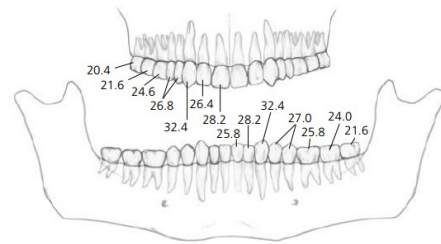

Figura 3
3) Localização das raízes dos dentes localize e identifique as raízes dos dentes no maxilar superior. Deve-se evitar qualquer possível lesão das raízes ou do nervo infra-orbitário (figura 3).